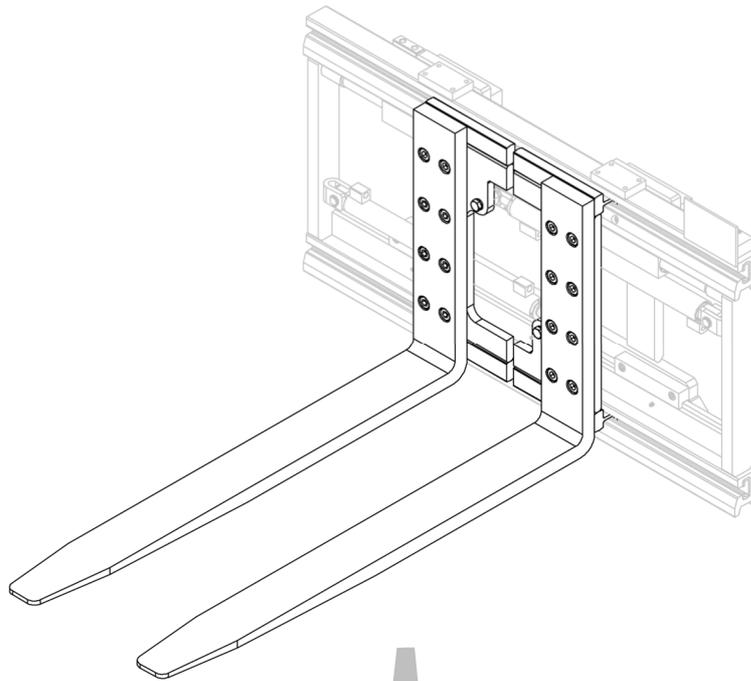
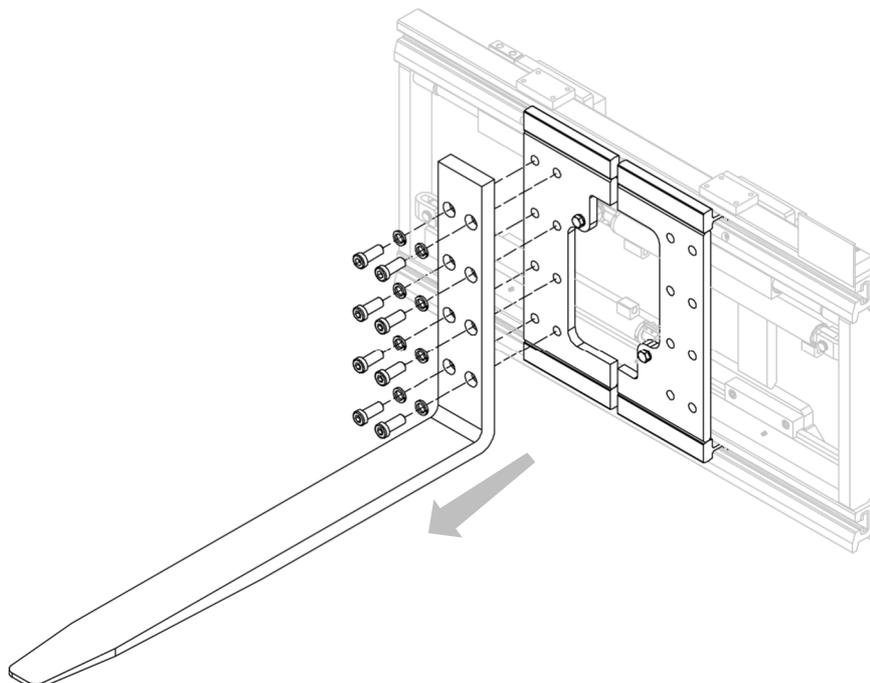

Figure 23
Figure 24
2. Retirer les fourches des plateaux, après avoir enlevé les vis et les rondelles élastiques qui les bloquent (voir *Figure 23* et *Figure 24*).